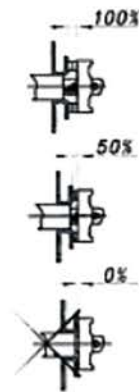

Рисунок 10
3. 3 Когда толщина контакта главных цепей приближается к нулю, надо сразу прекратить эксплуатации, см. рисунок 10.